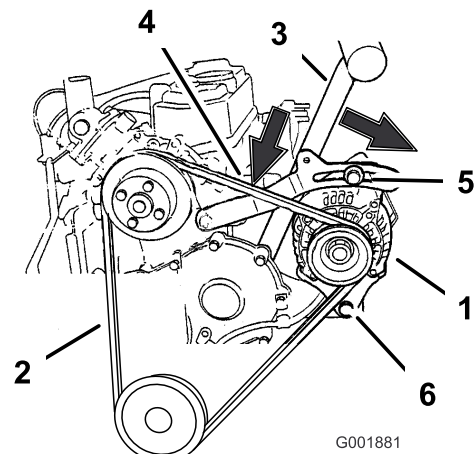

Figura 72
6. Afloje los dos pernos que sujetan el alternador (Figura 72).
7. Retire la correa de las poleas y del alternador (Figura 72).
8. Instale una correa nueva alrededor de las poleas y del alternador (Figura 72).
1. Coloque un mango a modo de palanca entre el alternador y el bloque de cilindros (Figura 72).
2. Ajuste el alternador hacia fuera hasta que quede una desviación de 10 a 13 mm (3/8 a 1/2 pulg.) en la correa entre el motor y el alternador (Figura 72).
5. Si la desviación es correcta, apriete el perno superior a 19 Nm (170 pulgadas-libra) y el perno inferior a 61 Nm (Figura 72).